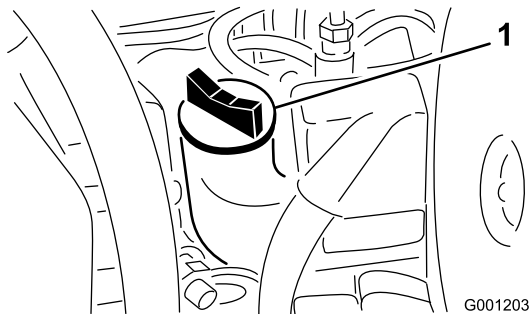

Figura 23
- Se o nível de óleo se encontrar abaixo da marca Full (Cheio) da vareta, retire a tampa de enchimento (Figura 23) e adicione óleo até que o nível atinja a marca Full. **Não encha demasiado.**